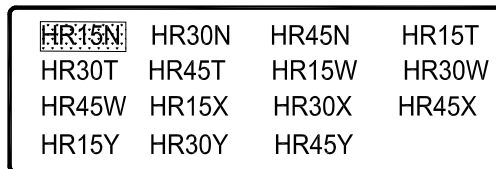

图1
洛氏硬度测量实际测量的是位移量，将在规定的试验条件下所测得的位移量换算为硬度单位。具体按以下步骤进行，见附图 1。
附图 1
2.4 开始修正。在初始菜单状态下，依次、连续按“ENTER”、“ENTER”、“ ”、“ENTER”键，此时出现图1画面，表示进入修正状态。
2.9 按“ MENU ”,画面返回到图 1,可以选择进行其他标尺的修正。